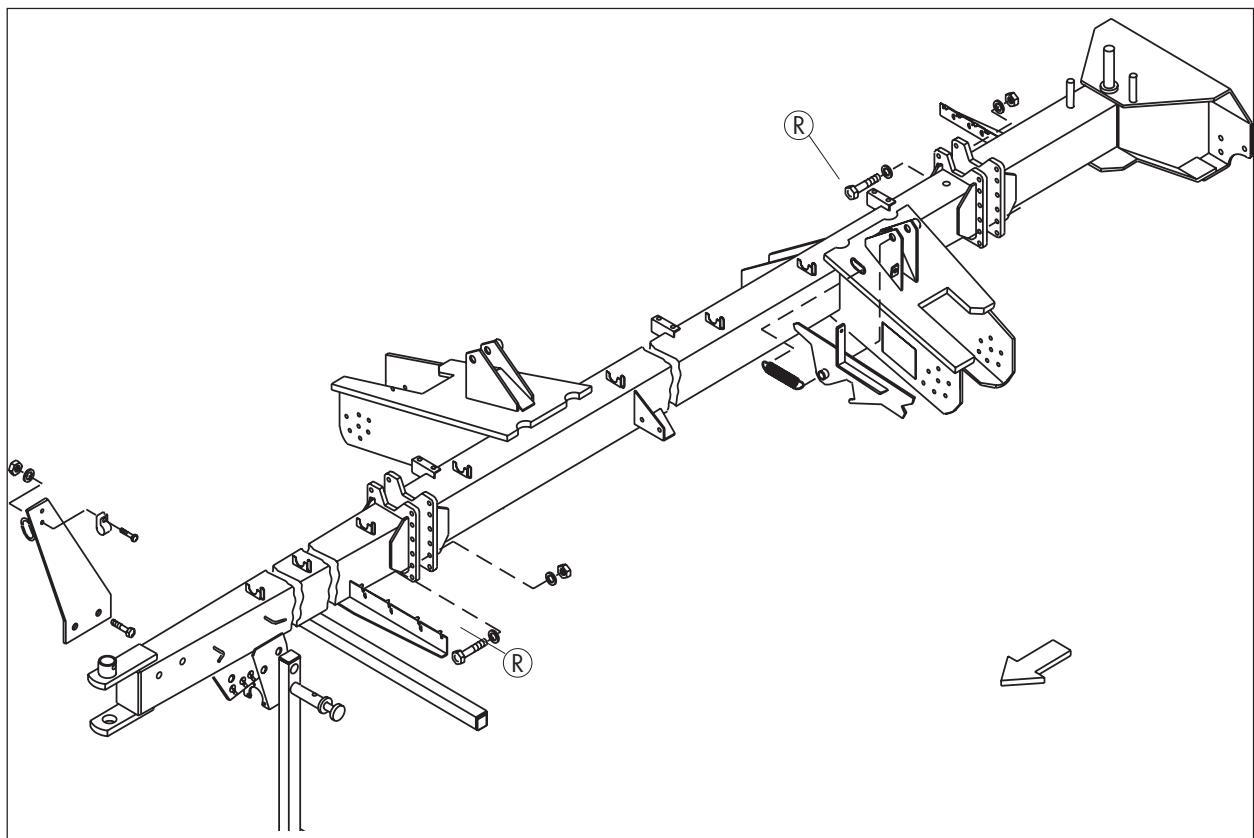

Bild 3-1
Die drei Längsträger mit den Schrauben (R) M 16 zusammenschrauben (Bild 3-1).